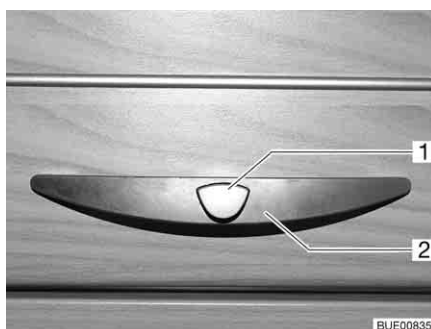

Fig. 39 Sportello del mobile con maniglia (esempio)
- Premere il bottone di sbloccaggio (Fig. 39,1) della maniglia (Fig. 39,2) e mantenerlo premuto.